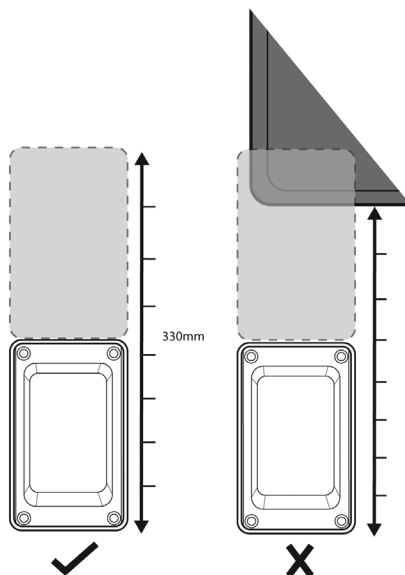

Figura 3
- (Figura 3) Accertarsi di avere sufficiente spazio per l'installazione inclusa la distanza sufficiente per il coperchio Easi-Slide Whale durante l'installazione e l'apertura.